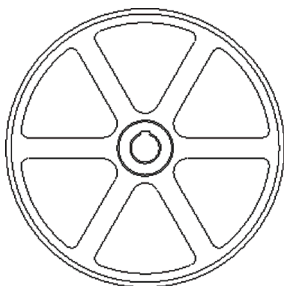

图 14-37 打开模型文件
STEP 01 单击快速访问工具栏中的“打开”按钮,打开模型文件,如图14-37所示。